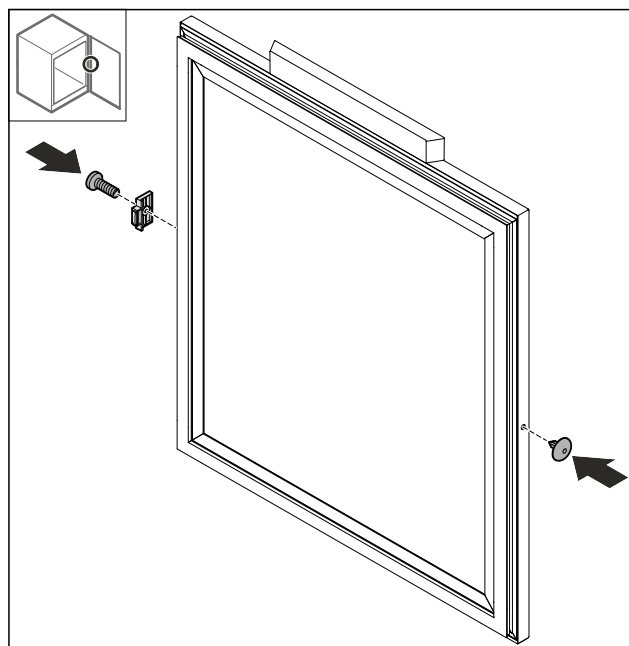

Fig. 16
- Montați opritorul ușii Fig. 16 (1) rotit cu 180° pe partea opusă.
- Montați capacul Fig. 16 (2) pe partea opusă.